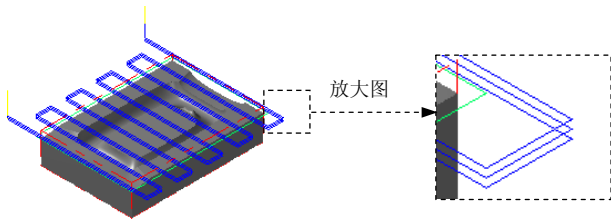

图 23.8 刀具路径
Step11. 单击“2D 刀具路径 - 平面铣削”对话框中的  按钮, 完成加工参数的设置, 此时系统将自动生成图 23.8 所示的刀具路径。